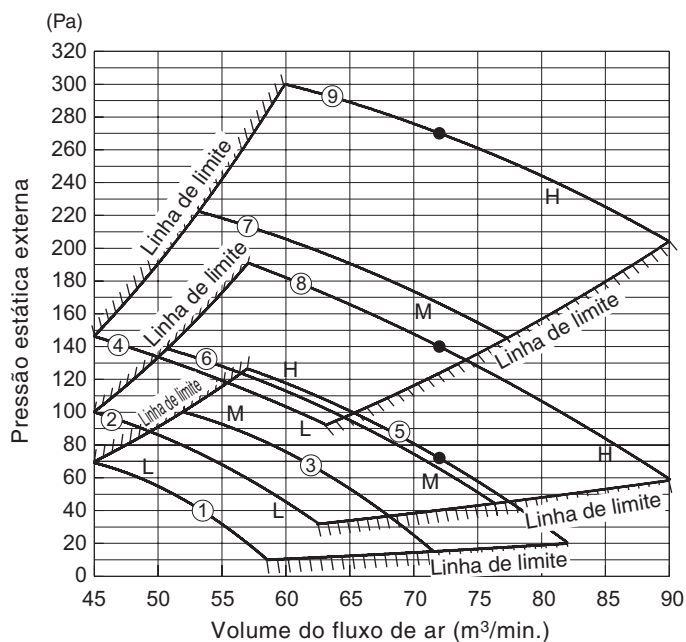

Fig. 8-2
- (1) Consulte a tabela 8-2, 8-3 e a Fig. 8-2 para obter mais informações sobre a relação entre o código de item “5d” e a pressão estática externa.
- (2) Quando definido no controlo de grupo (ligar várias unidades interiores a um telecomando com temporizador), defina cada unidade interior com o código de item “5d”.
Consulte a Fig. 8-2 para obter informações sobre o intervalo de definição da pressão estática.
Consulte a tabela 8-2 e a Fig. 8-2 e selecione um valor **"0006"**, **"0003"** ou **"0001"**.
4. Seleccione os "Set data" (Dados definidos) premindo o botão ou . Seleccione um dos "Set data" (Dados definidos) entre "0006", "0003" ou "0001" de acordo com a definição pretendida para a pressão estática externa premindo o botão ou . (Consulte a Tabela 8-3 e a Fig. 8-2.) Em seguida, prima o botão .